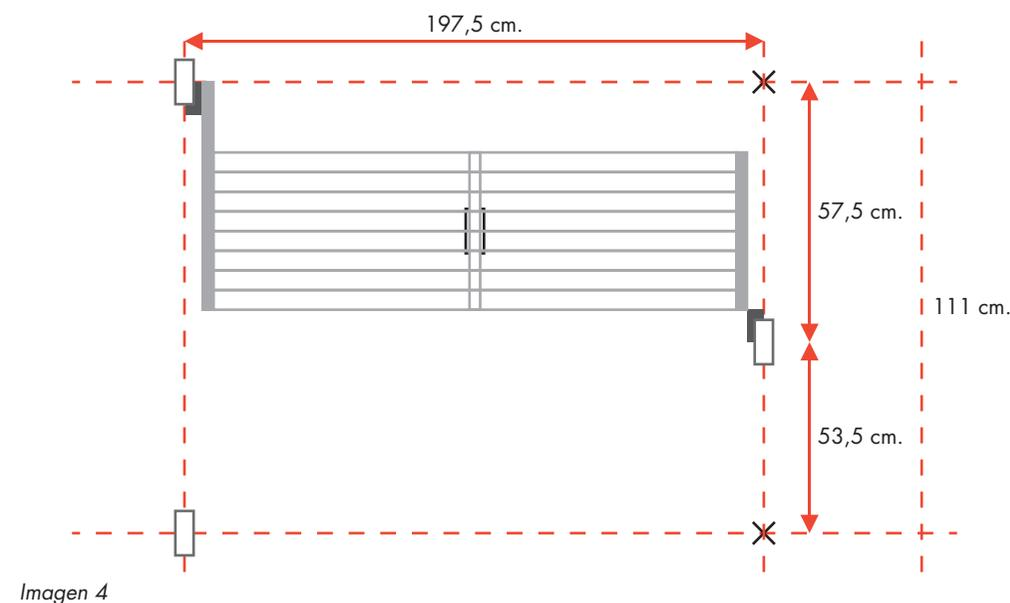

Imagen 4
6) Ahora se instalarán las canaletas estructurales según imagen 4. Estas deberán tener unos 4 tornillos hacia los travesaños.